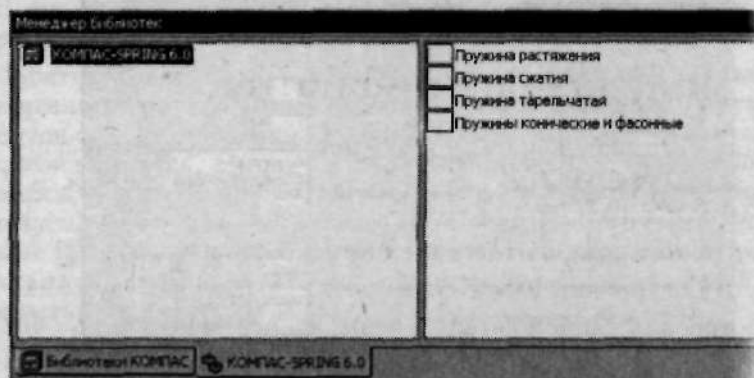

Рис. 2.84. На вкладке КОМПАС-Spring 6.0 можно выбрать тип создаваемой пружины
- Щелкните левой клавишей мыши в окошке с заголовком **КОМПАС-Spring 6.0**. В результате этого загрузится соответствующая библиотека. Заметьте, что в окне **Менеджер библиотек** появилась вкладка **КОМПАС-Spring 6.0**, на которой показаны возможные варианты расчета и построения пружин (рис. 2.84).